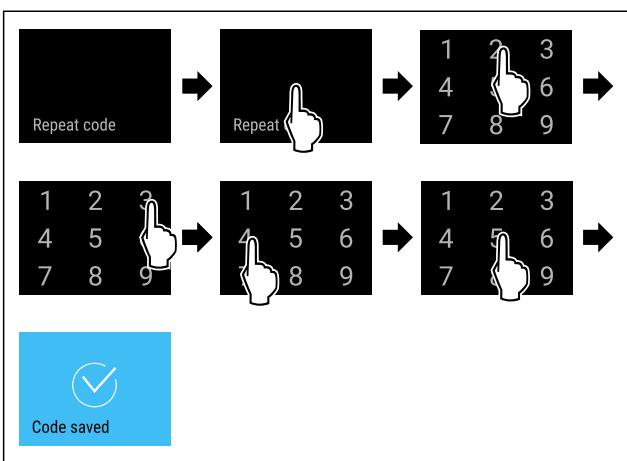

Fig. 96
- Seguir los pasos de procedimiento (consulte Fig. 96) .